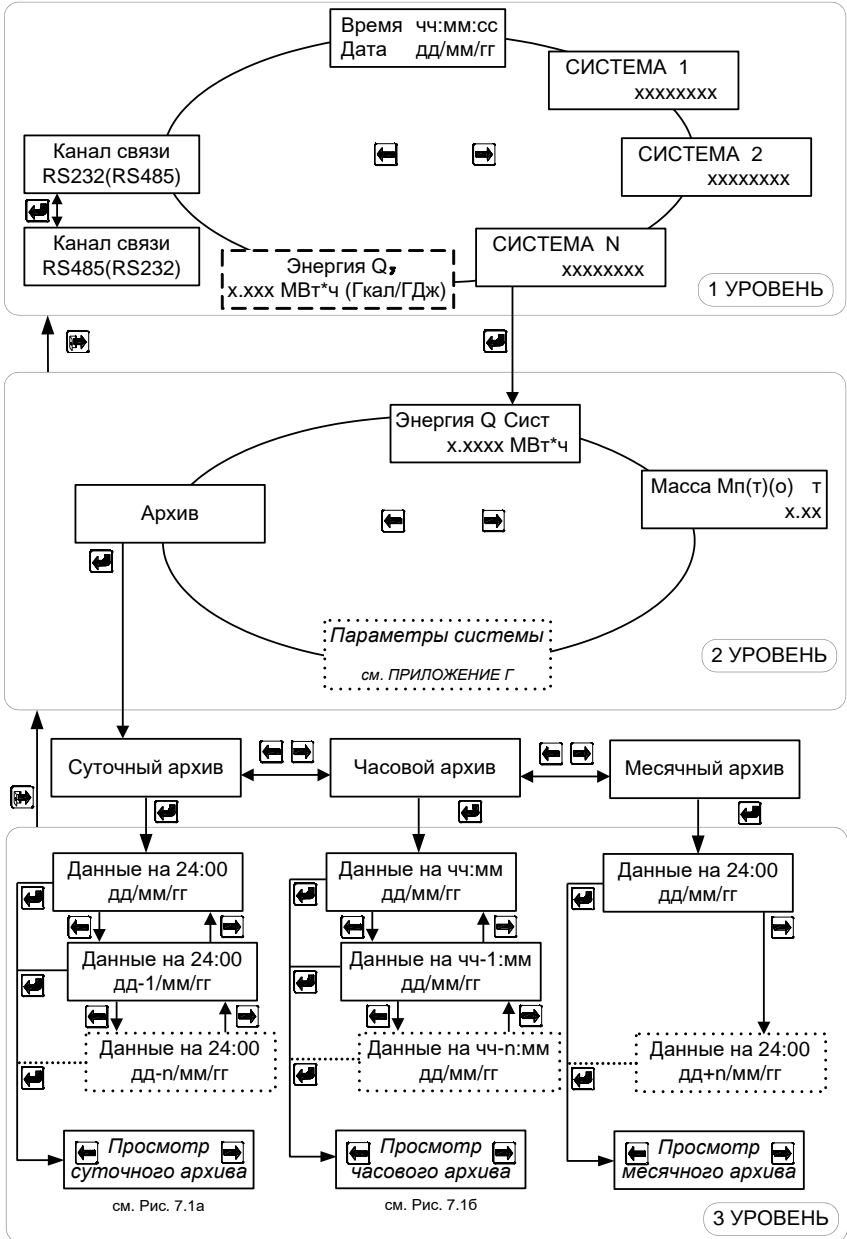

Рис. 7.1
6.2.2 Порядок перехода между окнами режима «Рабочий» изображён на рис. 7.1.
Рис. 7.1а
Рис. 7.1б